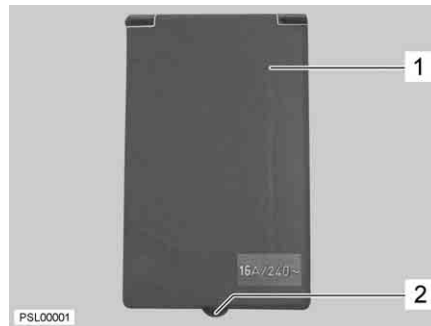

Bild 4 Außenklappe 230-V-Anschluss
- Die Außenklappe (Bild 4,1) an der Nase (Bild 4,2) fassen und die Außenklappe nach oben schwenken.
- Die Außenklappe (Bild 4,1) nach unten schwenken und zudrücken.